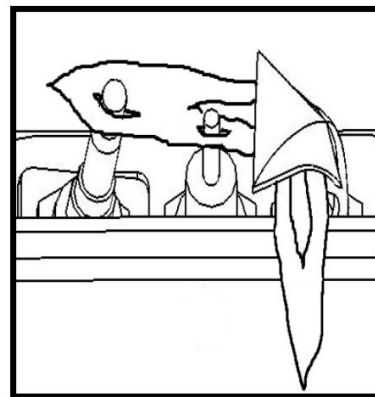

FIG. 2
4. Attendre cinq (5) minutes pour laisser échapper tout le gaz. Reniflez tout autour de l'appareil, y compris près du plancher, pour déceler une odeur de gaz. Si vous sentez une odeur de gaz, **ARRÊTEZ!** Passez à l'étape "B" des instructions de sécurité sur la portion supérieure de cette étiquette. Si vous ne avez pas d'odeur de gaz passez à l'étape 7.
6. Des bips sonores continus confirment que la séquence d'allumage est en cours. La veilleuse, une fois allumée, devrait apparaître comme sur la figure 2. Quand l'allumage de la veilleuse est confirmé, le brûleur principal s'enflamme au niveau maximal. Remarque : Si la veilleuse ne reste pas allumée après plusieurs essais, aller à l'étape 11.
Pour votre sécurité, cet appareil est équipé d'un dispositif de surveillance de la flamme qui coupera l'alimentation en gaz si, pour une raison quelconque, la flamme de la veilleuse. Ce dispositif comprend une sonde fixe, qui détecte la chaleur de la flamme de la veilleuse. Si la sonde est froide, le dispositif permettra d'éviter tout écoulement de gaz à moins d'allumer manuellement le pilote. Voir les instructions complètes d'allumage. Vérifiez régulièrement les pilotes et des flammes du brûleur, en les comparant à la figure 2 de la page précédente, et l'image au bas de cette page